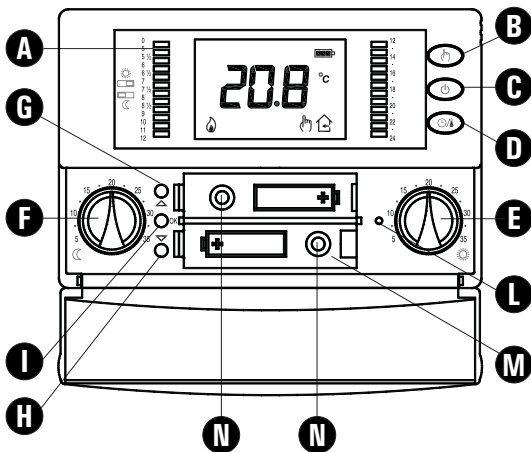

Abb. 5
5. Setzen Sie die Batterien in das Batteriefach (siehe M, Abb. 5); lesen Sie den Abschnitt 'AUSTAUSCH DER BATTERIEN / BATTERIEWECHSEL'.